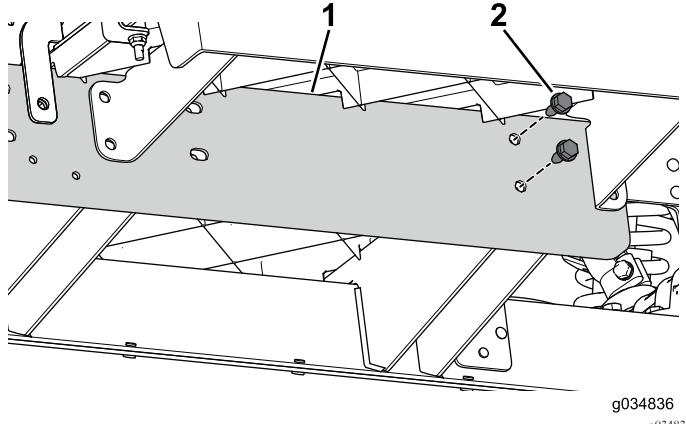

**Bild 73**
4. Setzen Sie die zwei Schrauben (3/8" x 3 3/4") und Scheiben durch den mittleren Kanal und die hintere Befestigung ein (Bild 73).